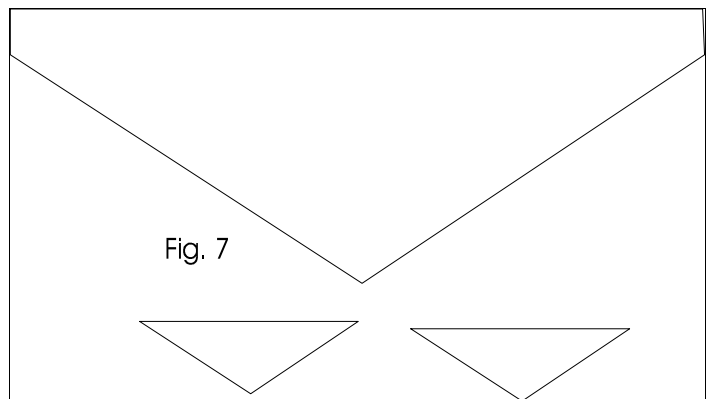

Fig. 7
11. Découper aussi 2 morceaux (dans des chutes) triangulaires de même forme que la partie triangulaire des 3 portes. (fig 7)